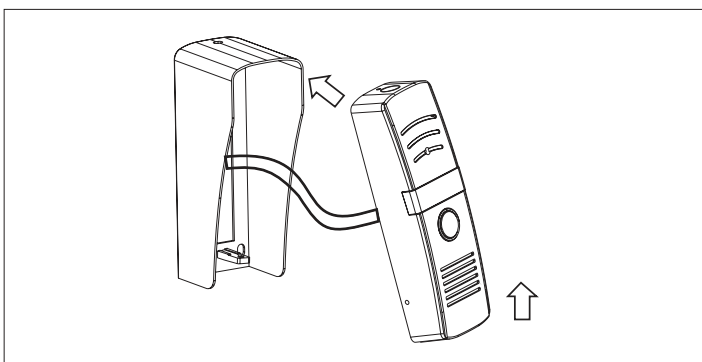

Рис. 11
3. Установите внешний модуль внутрь защиты от дождя, как показано на рис. 11.